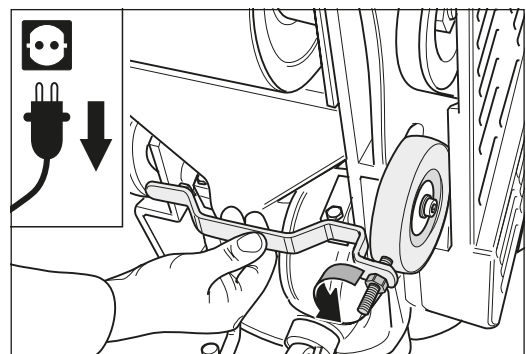

Fig. 35 Effectuez le réglage avec le calibre de la roue droite (vue du bas).
**4** Pour le réglage, déterminez tout d'abord la position réelle de la roue à régler à l'aide du dispositif de réglage. Placez le dispositif sur le boîtier de la machine de sorte qu'il repose de chaque côté sur le boîtier mais aussi sur la roue réglable. Si nécessaire, tournez la tige filetée du dispositif de réglage. Pour cela, desserrez les deux écrous de ce dernier (fig. 35).